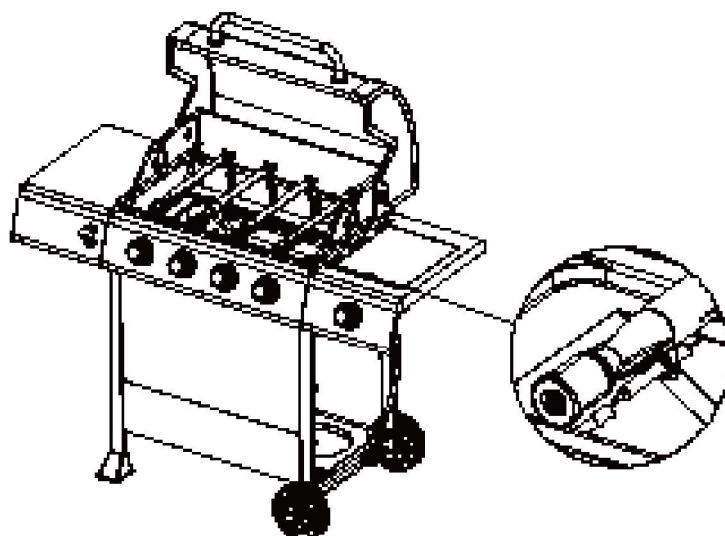

Figure 2
5. Enlevez le fil d'allumage de l'électrode (figure 2).